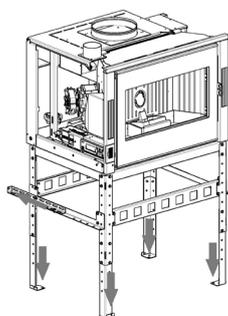

Fig. 36 - Fissare la struttura al pavimento e muro
- Posizionare la struttura con l'inserto nella posizione desiderata e fissare le gambe al pavimento e le prolunghie al muro dietro (vedi **Fig. 36**).